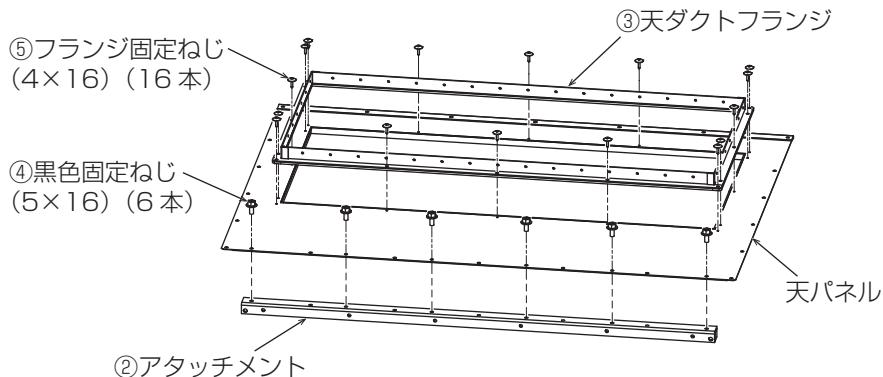

図3
- 天パネル開口部に③天ダクトフランジを⑤フランジ固定ねじ(16本)で固定する。···図3
- 天パネルに②のアタッチメントを付属の④黒色固定ねじ(5×16)(6本)で取付ける。···図3